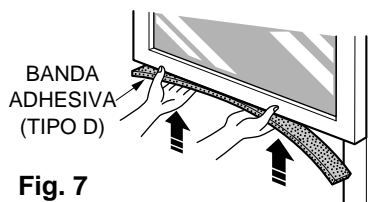

Fig. 7
2. Corte la tira de sellado de doble cara adhesiva (TIPO D) del mismo ancho que la ventana. Remueva el plástico de la banda adhesiva y colóquela en la parte superior de el marco inferior de la ventana. (Ver Fig. 7)